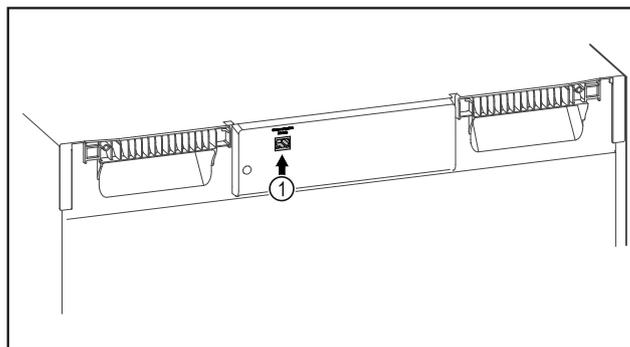

Fig. 103
- El SmartModule Fig. 103 (1) está colocado.